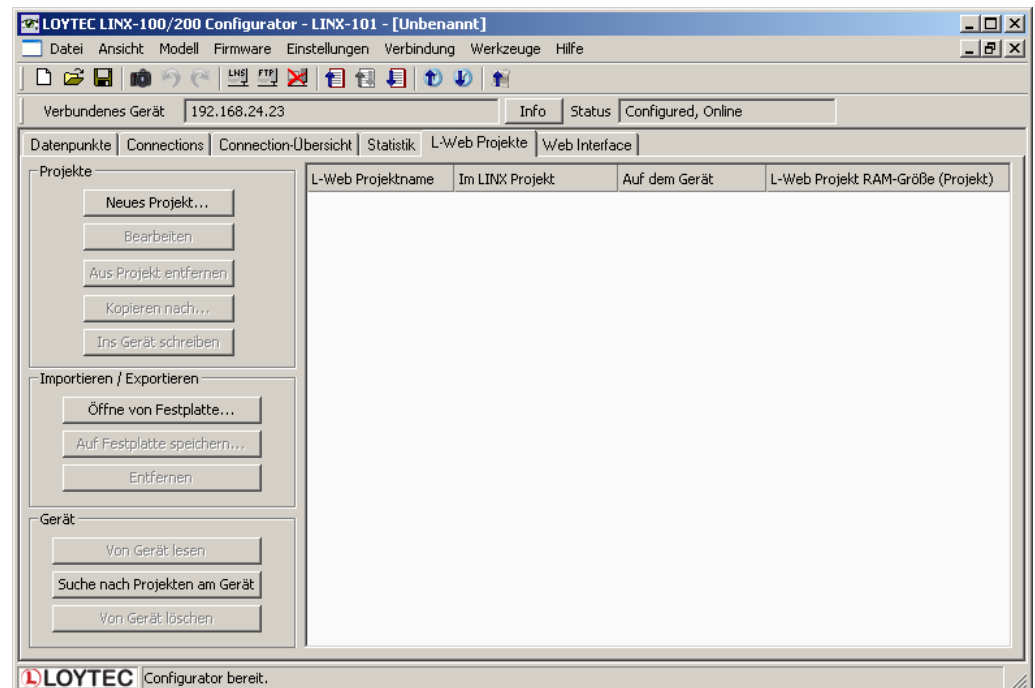

Abbildung 75: L-WEB Project – Karteireiter.
2. Der L-WEB-Projektreiter erscheint wie in Abbildung 75 dargestellt: